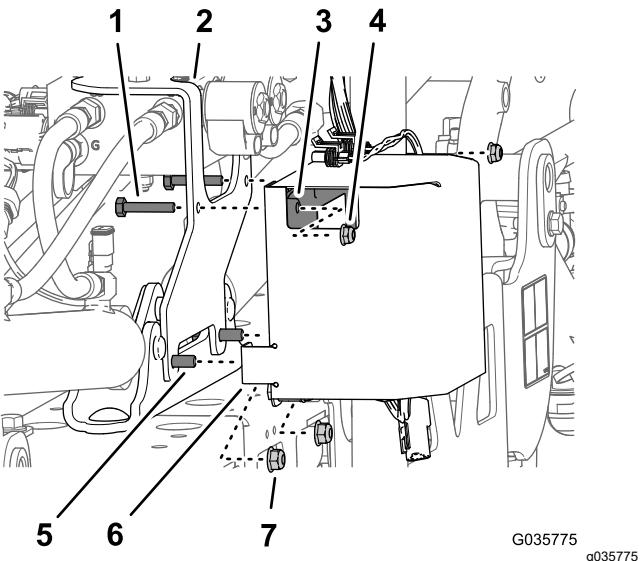

Bild 30
3. Entfernen Sie die zwei Sicherungsbundmuttern (5/16"), mit denen die Befestigungshalterung des Finishingkits für den Ultra Sonic Boom befestigt ist, von der Zylinderbefestigung (Bild 30).
4. Befestigen Sie die Abdeckung des Steuergeräts (**Bild 30**) an der Bundkopfschraube ($5/16$ " x 1") in den unteren vorderen Löchern in der Abdeckung und befestigen Sie die Abdeckung, Halterung und die Befestigung lose mit den zwei Sicherungsbundmuttern ($5/16"), die Sie in 3 entfernt haben.$
5. Befestigen Sie die zwei Schrauben ($\frac{1}{4}$ " x $1\frac{3}{8}$ ") durch die oberen Löcher in der Befestigungshalterung (Finishingkit für den Ultra Sonic Boom), den hinteren Flansch (Steuergerät-Abdeckung) und das Steuergerät (**Bild 30**) mit den zwei Sicherungsbundmuttern ($\frac{1}{4}").$